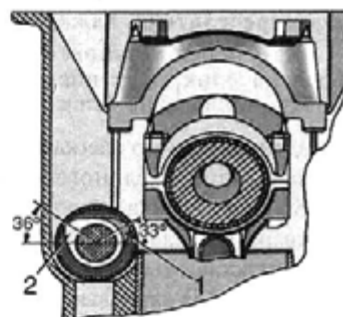

Рис. 4.1.68. Положение кулачков распределительного вала первого цилиндра при установке привода масляного насоса и датчика-распределителя зажигания:
- поворачивая коленчатый вал, совместить третью метку на диске демпфера с ребром-указателем на крышке распределительных шестерен (см. рис. 4.1.4). Кулачки распределительного вала, приводящие в действие клапаны первого цилиндра, должны быть при этом направлены вершинами в противоположную от толкателей сторону (в сторону масляного картера) и расположены симметрично (рис. 4.1.68);